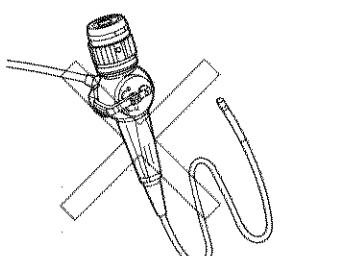

図1-7
⑮ スコープ軟性部を半径R30mm以下に曲げないでください。(図1-7)